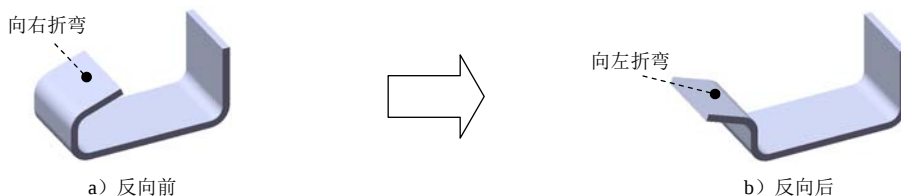

图 7.2.15 设置折弯长度的方向
- ☑  按钮：单击此按钮，可设置折弯长度的方向（图 7.2.15）。